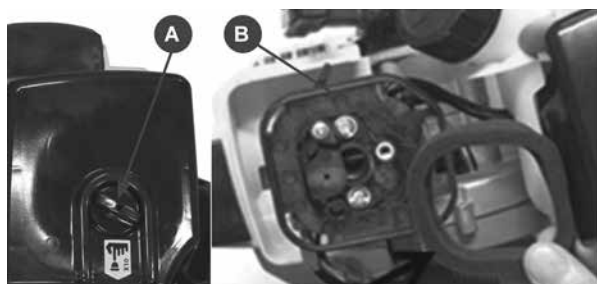

Рис. 9
1. Открутите барашковую гайку (А) и снимите крышку воздушного фильтра (Рис. 9).